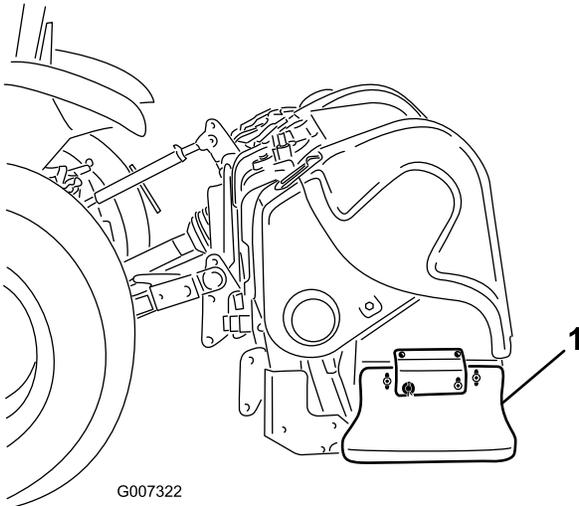

Bild 39
1. Lösen Sie die Schrauben und Muttern, mit denen das seitliche Schutzblech am Rahmen befestigt ist (Bild 39).